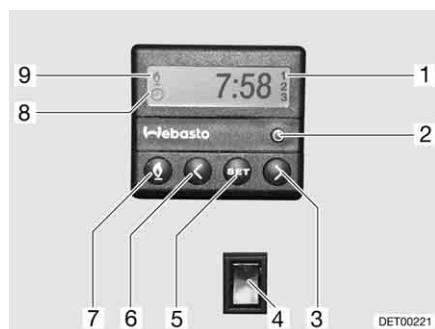

Fig. 157 Centralina di controllo per riscaldamento fisso
- Premere il tasto (Fig. 157,7). Il funzionamento del riscaldamento viene indicato con il simbolo (Fig. 157,9). La ventola viene inserita solo quando la temperatura dell'acqua di raffreddamento è pari a 30 °C.
- Premere il tasto (Fig. 157,7). Il simbolo (Fig. 157,9) si spegne.
- Premere l'interruttore (Fig. 157,4) in basso. Il motore viene preriscaldato. La ventola viene inserita immediatamente.
- Premere l'interruttore (Fig. 157,4) in alto. Il motore rimane freddo.
- Premere il tasto (Fig. 157,2). L'impostazione dell'ora viene indicata con il simbolo (Fig. 157,8).
- Impostare l'ora con i tasti (Fig. 157,3 e 6).
- Premere il tasto (Fig. 157,5).
- Impostare l'orario di accensione con i tasti (Fig. 157,3 e 6) entro 10 secondi.
- Premere il tasto (Fig. 157,5) fino a che nel display (Fig. 157,1) non appare il numero di programmazione desiderato.